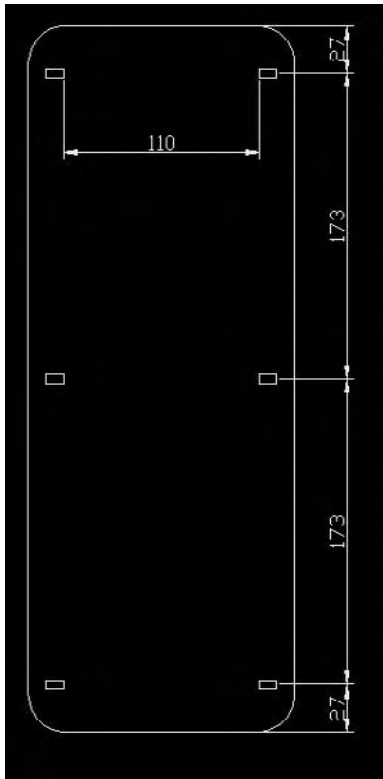

Fig.14.11
- 7 Placez les pieds sous la table comme indiqué à la figure 14.11.